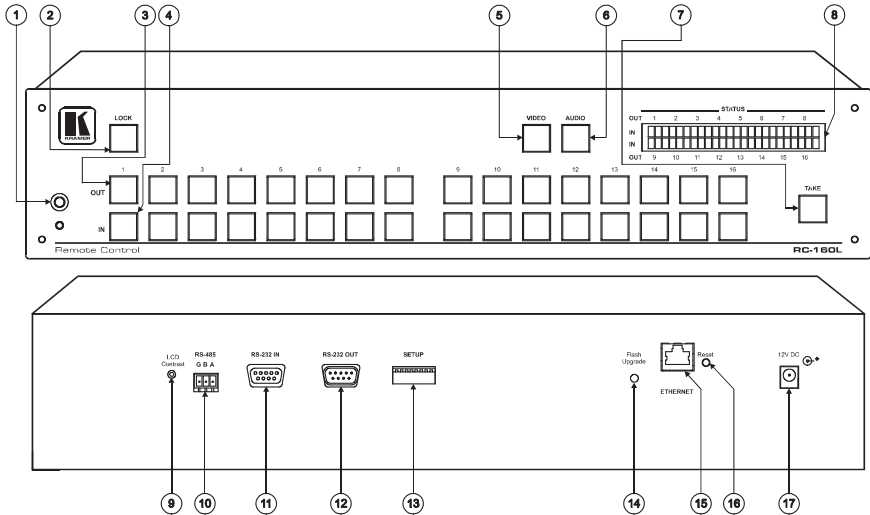

Рис. 3. Панель дистанционного управления RC-160L
- На рис. 3 показана панель дистанционного управления **RC-160L**